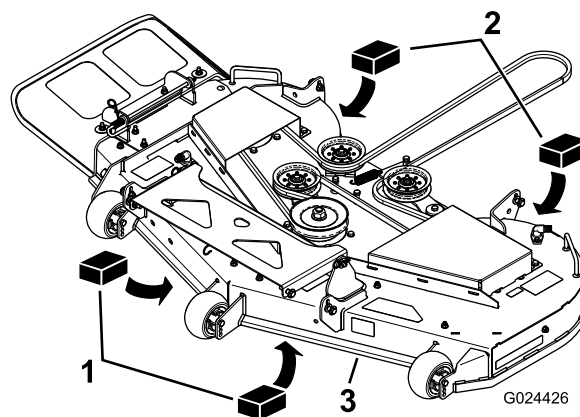

Figura 61
3. Coloque dos bloques de 6.6 cm (2⁵/₈") debajo de cada lado del borde delantero de la carcasa, pero no debajo de los soportes de los rodillos protectores del césped (Figura 61).
4. Coloque dos bloques de 7.3 cm (2⁷/₈") debajo del borde trasero del faldón de la carcasa de corte, uno en cada lado de la carcasa de corte (Figura 61).